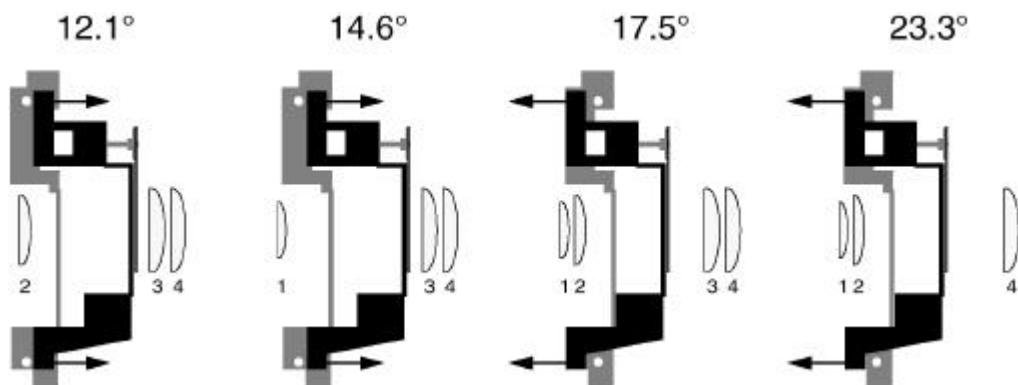

Abb. 6: Optische Konfigurationen
3. Nehmen Sie die entsprechenden Linsen heraus, wie in Abb. 6 dargestellt.